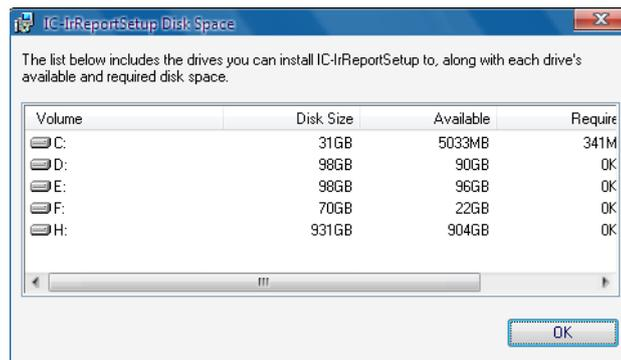

Abb. 1.2.4
- Klicken Sie auf Disk Cost, um zu überprüfen, ob genügend Speicherplatz auf der ausgewählten Festplatte vorhanden ist; klicken Sie dann auf OK (siehe Abb. 1.2.4);